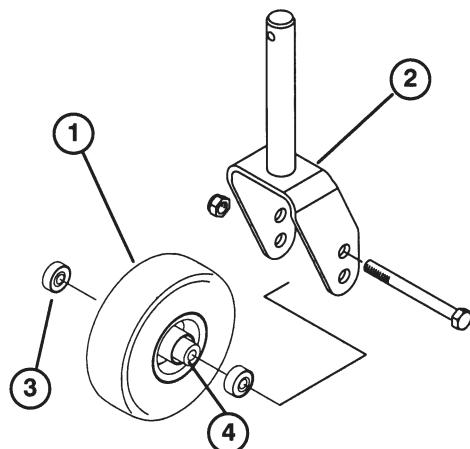

Figure 78
1. Enlever le contre-écrou de la vis qui fixe l'ensemble roue pivotante entre la fourche de roue avant (Fig. 78) ou le bras pivotant arrière (Fig. 79). Saisir la roue pivotante d'une main et extraire la vis de la fourche ou du bras pivotant.